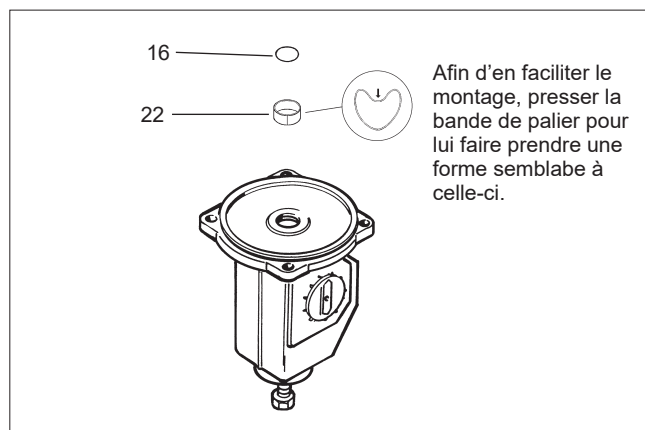

Fig. 9 Mise en place du joint et du palier de la tige du piston
- Enlever le joint (16) et le palier (22) de la tige du piston. Nettoyer leurs logements. Graisser le nouveau joint torique et son logement avec de l'Unisilikon L250L ou une graisse siliconée équivalente. Mettre en place le nouveau palier et le nouveau joint torique. Cf. figure 9.